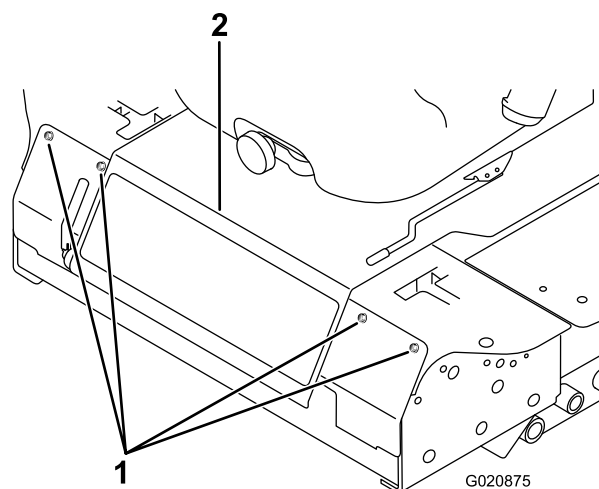

Figura 55
3. Togliete i bulloni che fissano il pannello anteriore, e rimuovete il pannello (Figura 55).